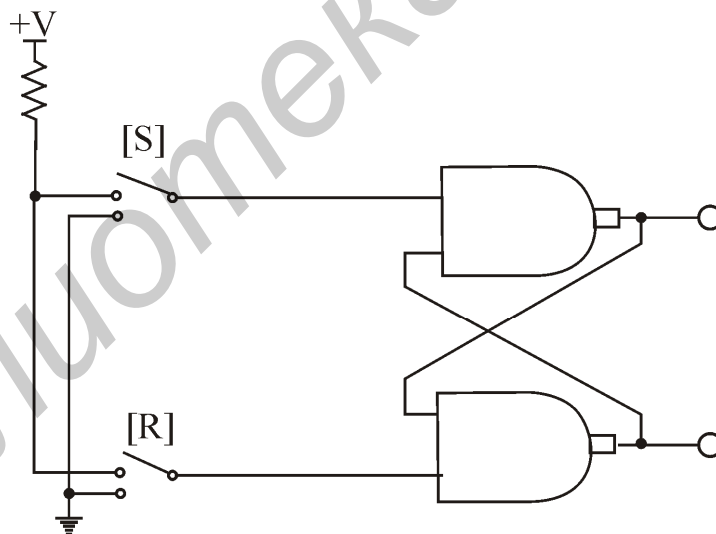

Рис. 3.15. RS - триггер
3.1. Соберите схему, как показано на рис.3.15.